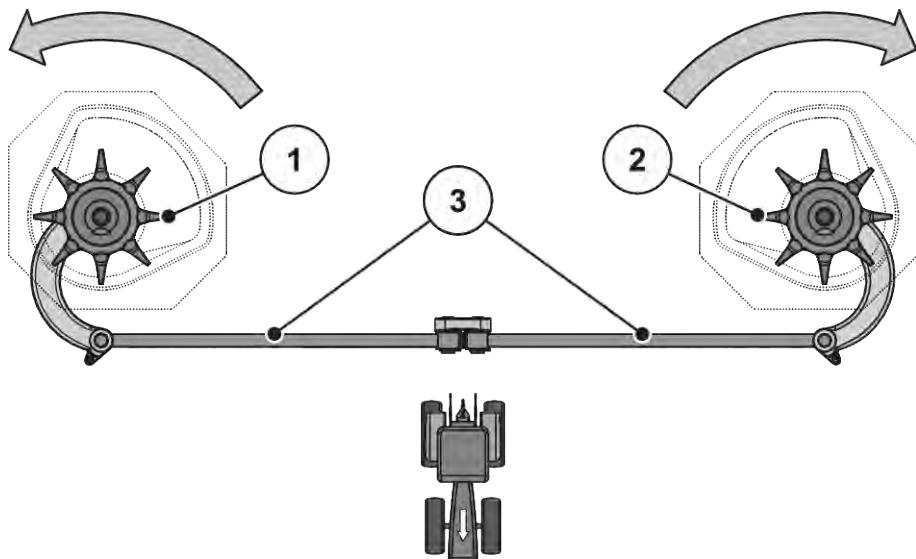

Рис. 54: Проверка привода мешалки
См. Рис. 54 Проверка привода мешалки.
► Поверните головку мешалки с усилием рукой или с помощью ленточного ключа для масляного фильтра **против направления вращения разбрасывающего диска.** см. Рис. 54 Проверка привода мешалки